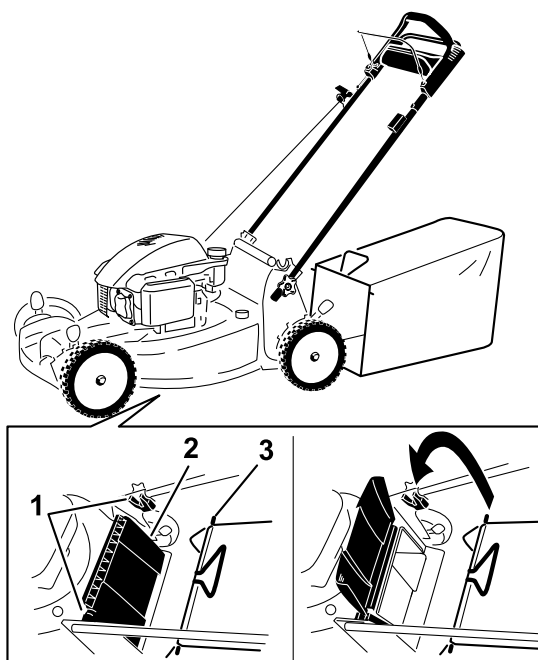

Figura 20
1. Levante y sujete el deflector trasero (Figura 20).